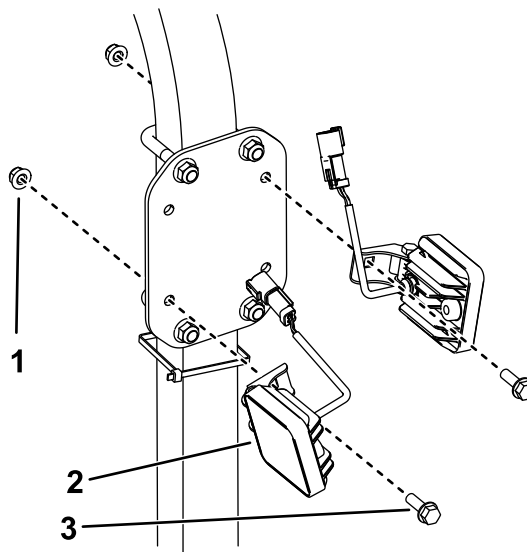

Figura 2
2. Instale os dois conjuntos de luzes de trabalho em cada suporte da luz com dois parafusos de cabeça flangeada (5/16 x 1 pol.) e duas porcas flangeadas (5/16 pol.) como se mostra na Figura 2.